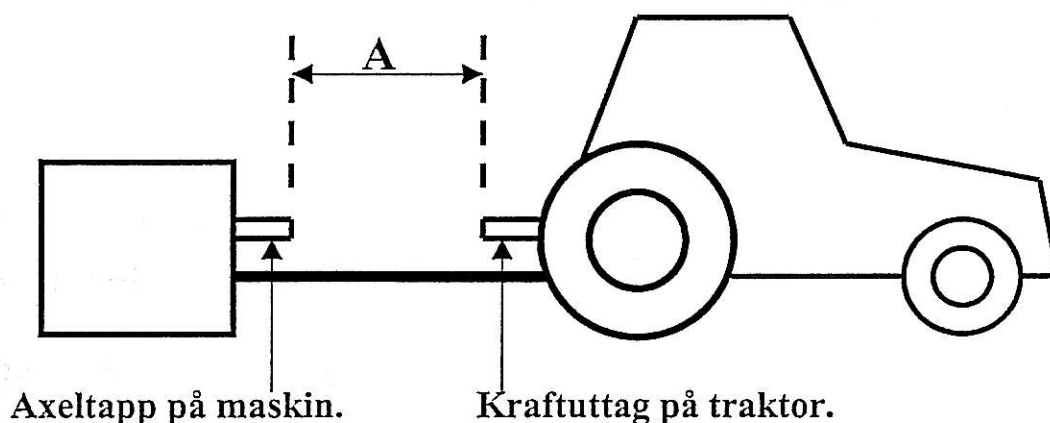

FIG 1
- o Mät upp avståndet mellan axeltappen på maskinen och kraftuttagstappen på traktorn. *Mått A*, med maskinen i det läge där det är som kortast. Enl.fig.1